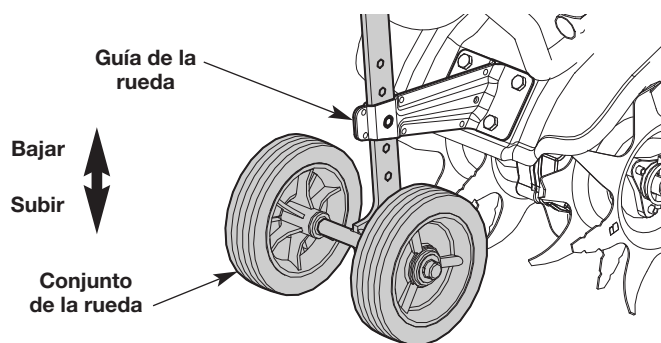

Fig. 1
1. Inserte el conjunto de la rueda en el soporte de la rueda. La forma en "J" del conjunto de la rueda debe quedar orientada en sentido contrario a la unidad (Fig. 1).
2. El orificio del soporte de la rueda debe quedar alineado con el orificio deseado del conjunto de la rueda (Fig. 1).
3. El orificio del soporte de la rueda debe quedar alineado con el orificio deseado del conjunto de la rueda (Fig. 1).